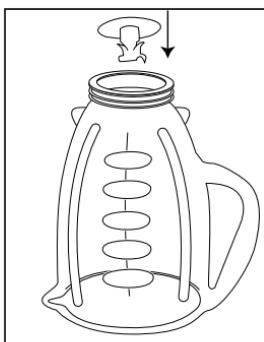

FIGURA 2
3. Coloque la cuchilla dentro del vaso. (*Figura 2*)